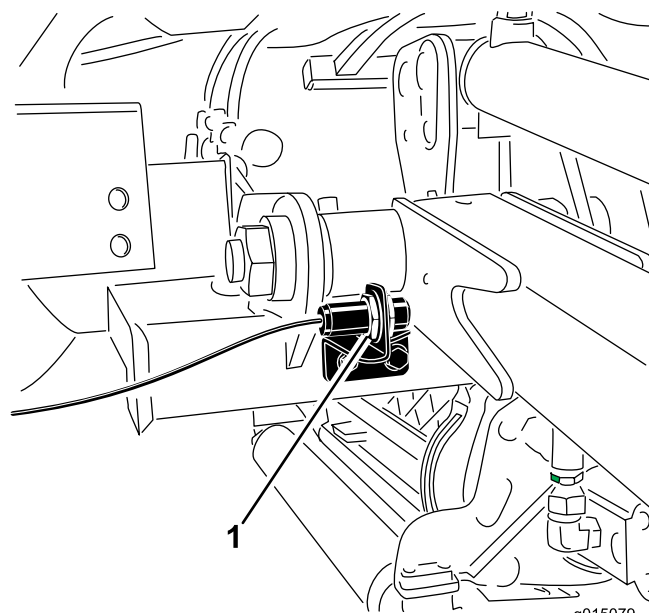

Figure 40
2. Le commutateur des bras de relevage se trouve derrière le bras de relevage avant droit (Figure 40).
3. Desserrez les vis de fixation du commutateur (Figure 40) et élevez le commutateur pour augmenter la hauteur du changement de direction des bras de relevage ou abaissez-le pour réduire la hauteur du changement de direction. Serrez les vis de fixation.